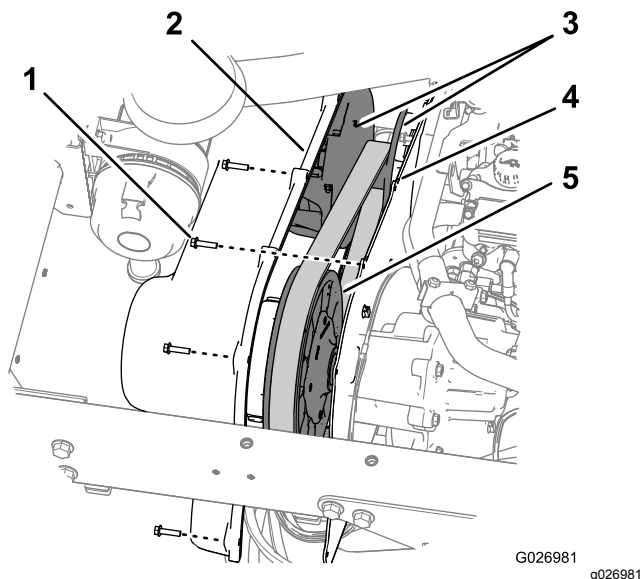

Figura 72
1. Rimuovete i 9 bulloni a rondella esagonale ($\frac{1}{4}$ " x 1") che fissano il coperchio della trasmissione alla relativa piastra di montaggio (Figura 72).
5. Allineate i fori nel coperchio della trasmissione con i fori nella piastra di montaggio (Figura 72).
6. Fissate il coperchio sulla piastra di montaggio (Figura 72) con i 9 bulloni a rondella esagonale ($\frac{1}{4}$ " x 1") rimossi al passaggio 1 e serrate i bulloni a 10,2 - 12,4 N·m.